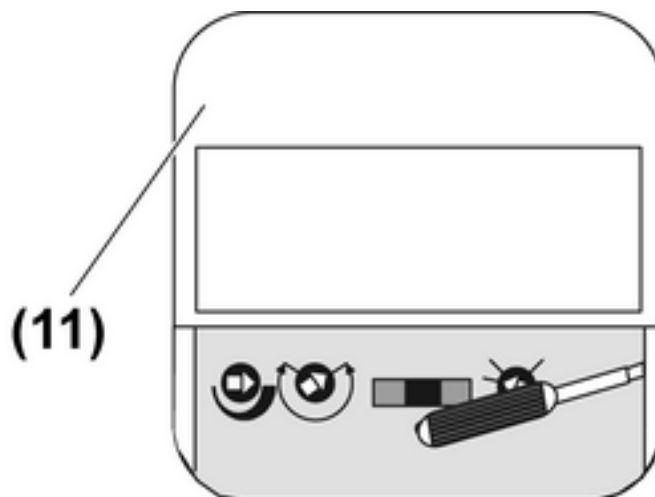

Figura 13: Rimuovere l'unità di comando design
- Rimuovere l'unità di comando design (11). Penetrare con un cacciavite nel punto contrassegnato dal simbolo cacciavite (figura 13) dietro all'unità di comando design ed effettuare l'estrazione.
- Svitare le viti (13) e staccare l'unità di comando del rivelatore di movimento dall'inserto.